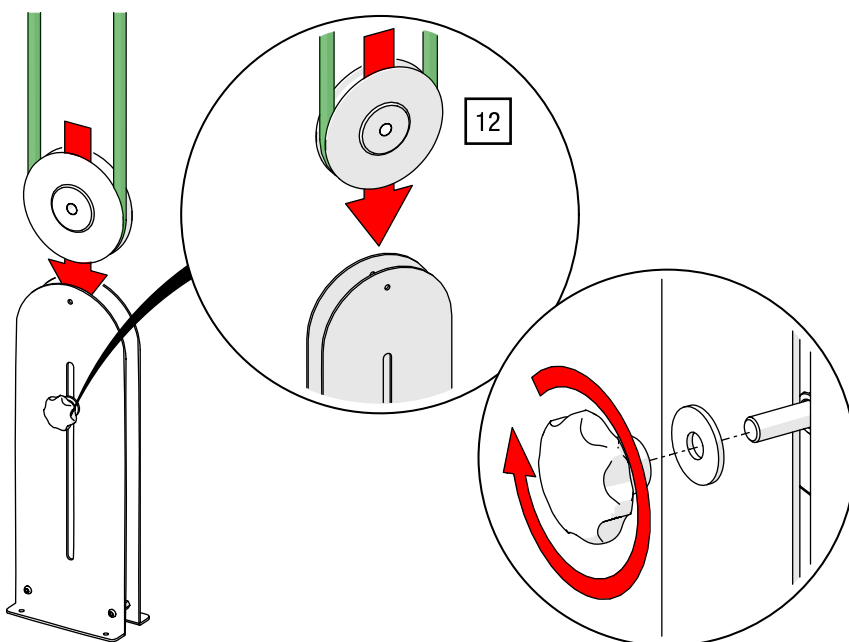

Abb. 122: Manueller Antrieb ROPE-DRIVE – Hanfseil einlegen und Rolle montieren
12. Legen Sie das Hanfseil um die Rolle, stecken Sie die Rolle in das Gehäuse und drehen Sie die Achse mit den Sterngriffen wieder locker zusammen (siehe Abb. 122).